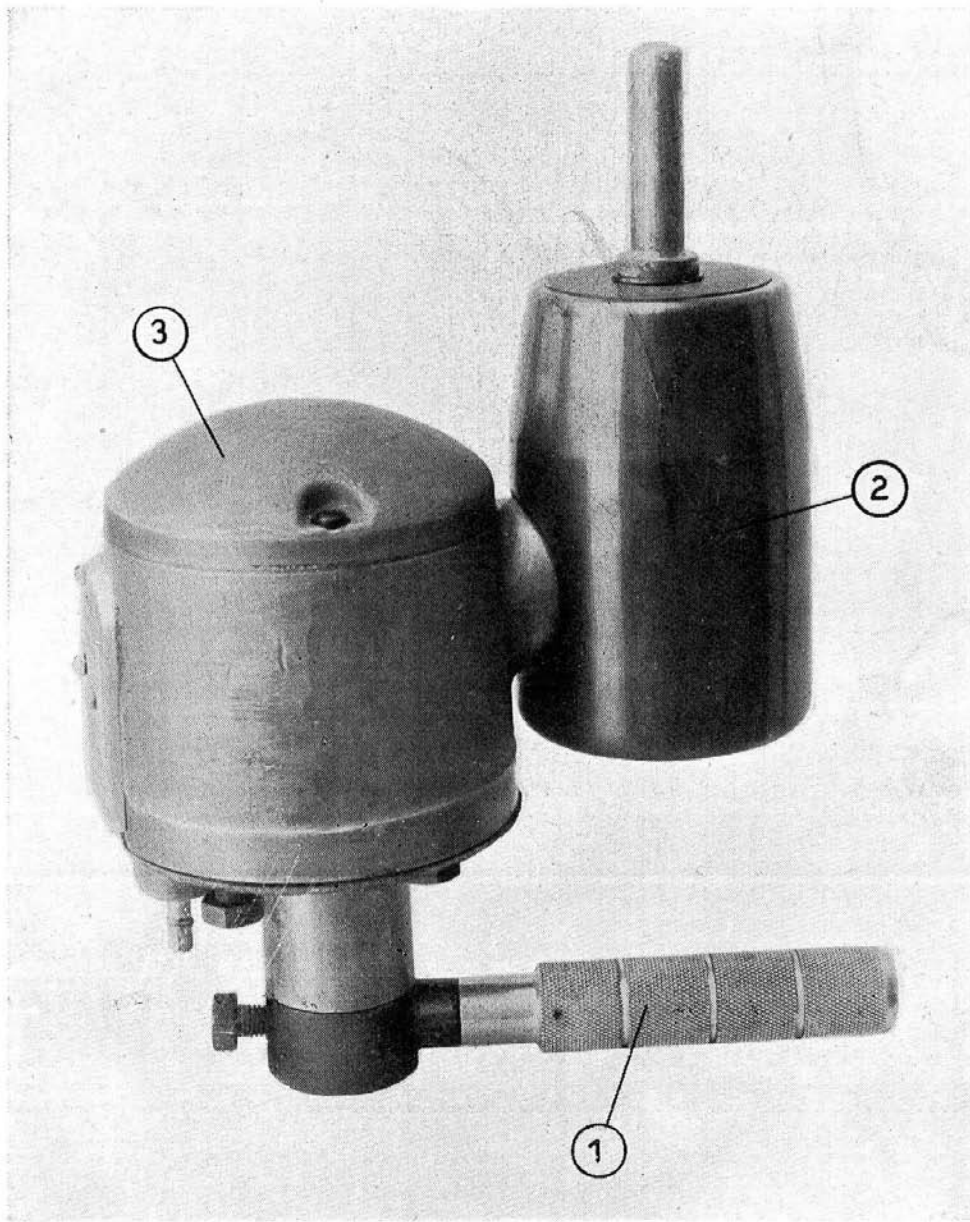

Fig. 7 - SUPPORTO D'ANTENNA
c) **Antenna e suo attacco.** - L'antenna è costituita da un robusto stelo elastico alto due metri, sorretto alla base da un braccio a forcina ruotante sul suo asse. Il movimento di elevazione e di abbattimento si può effettuare dall'interno del carro manovrando un'apposita leva (fig. 7).